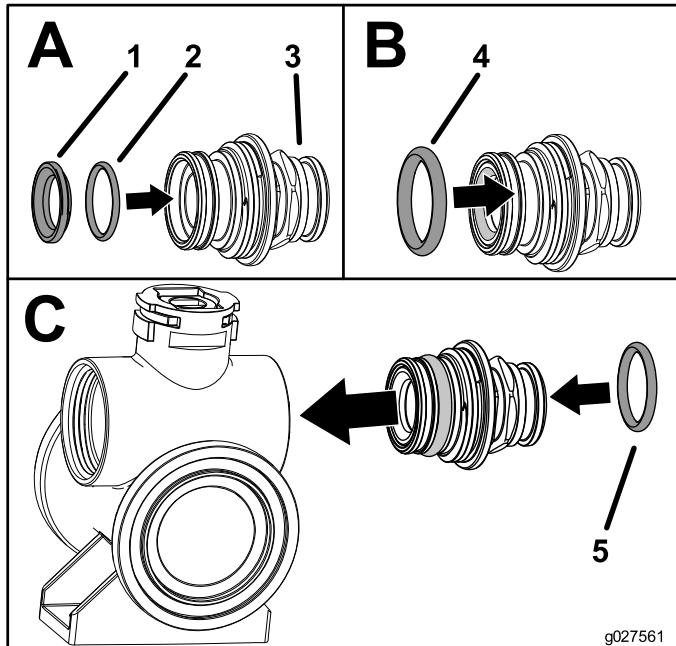

Рисунок 6
6. Установите заднее уплотнительное кольцо седла и седло клапана на штуцер торцевой крышки (вид А; Рисунок 6).
7. Установите уплотнительное кольцо герметизации торцевой крышки на штуцер торцевой крышки (вид В; Рисунок 6).
8. Установите собранный штуцер на корпус клапана так, чтобы фланец штуцера торцевой крышки касался корпуса клапана, затем доверните клапан еще на 1/8 – 1/4 оборота (вид С; Рисунок 6).
9. Установите уплотнительное кольцо выпускного штуцера на штуцер шланга (вид С; Рисунок 6).